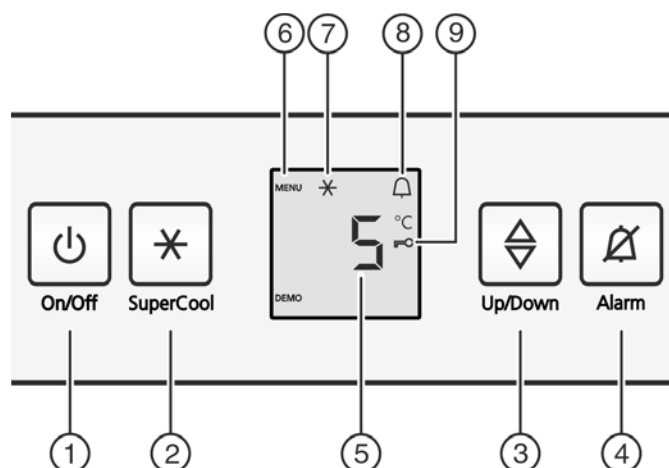

Fig. 2
- ▶ Нажать кнопку On/Off Fig. 2 (1).
- ▶ Нажмите кнопку «SuperCool» Fig. 2 (2) и удерживайте ее прим. 5 секунд.
- ▷ На индикаторе будет отображаться символ «Меню» Fig. 2 (6).
- ▶ Для подтверждения нажать и отпустить кнопку «SuperCool» Fig. 2 (2).
- ▷ На индикаторе горит символ «Защита от детей» Fig. 2 (9).
- ▶ Нажать и отпустить кнопку «On/Off» Fig. 2 (1).
- ▶ Нажмите кнопку Alarm Fig. 2 (4).
▶ Активация модуля регулировки температуры: нажмите кнопку настройки Fig. 2 (3).
▶ Температуру меняйте ступенями по 1 °С: нажимайте кнопку настройки Fig. 2 (3) до тех пор, пока на индикаторе температуры не будет высвечена требуемая температура.